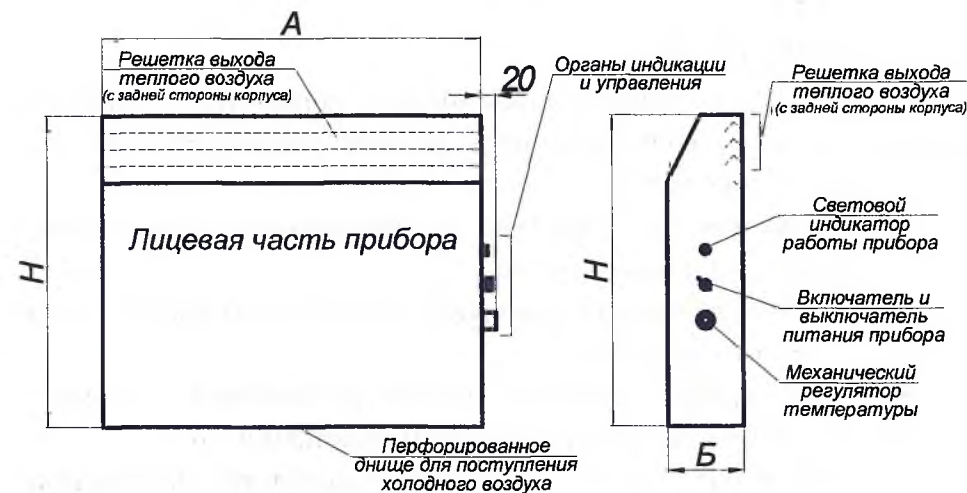

Рис.1
• Вариант внешнего вида изделия приведен на рис.1.
4.5. Подать питание на конвектор, повернув ручку выключателя конвектора. Поворотом ручки термостата постепенно установить требуемую температуру. Панель управления приведена на рис.1.